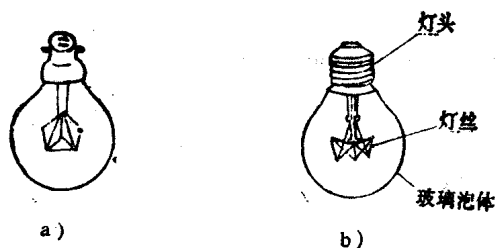

图1 白炽灯
**1 白炽灯** 它的基本构造由玻璃泡体、灯丝（即白炽体）和灯头三部分组成。灯头结构分螺口式和插口式（又叫卡口式）两种。插口式的最大功率通常只到100瓦为止，它适用于干燥的户内环境，不适宜应用于潮湿和有腐蚀气体的场所，也不应用于户外。白炽灯的基本构造如图1所示。置于泡体中心的灯丝由钨丝制成；为了缩短灯丝所占长度，避免易